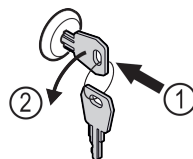

Fig. 166
- Insérer la clé. Fig. 166 (1)
- Tourner la clé à 90° dans le sens antihoraire. Fig. 166 (2)